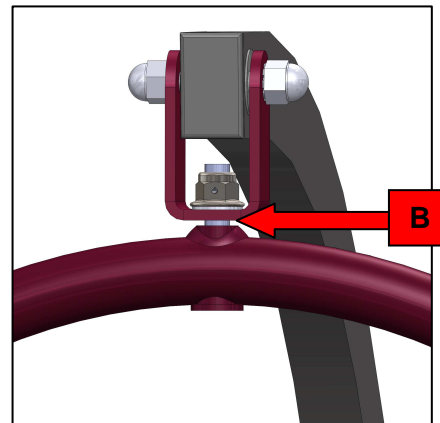

Figure 5
2. Vérifiez que l'ensemble cintre est fermement fixé. Pour cela, comparez l'ensemble cintre de votre Minstrel, avec celui illustré à la **Figure 5**. Vérifiez que l'anneau en nylon marqué "A" est toujours présent.
3. Si vous pouvez le mesurer, vérifiez qu'il n'y a pas de mou ("B" Figure 5 ci-dessous) supérieur à 1,5 mm sur l'ensemble cintre.